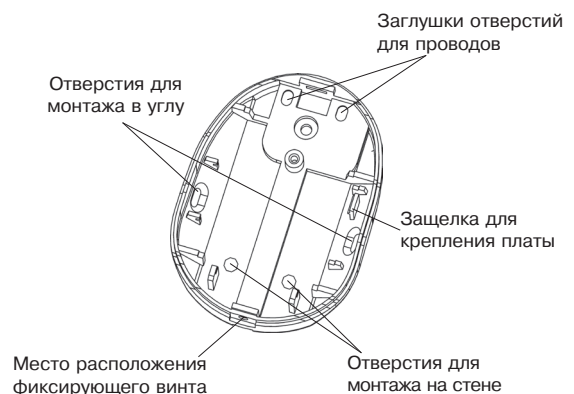

Рисунок 3 – Основание извещателя
- Просверлите в основании извещателя отверстия (рисунок 3), которые будут использоваться для прокладки проводов и крепления извещателя.